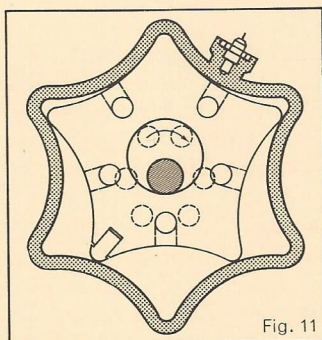

Fig. 11
Wallinder et Skoog : brevet suédois qui mentionne une véritable machine thermique à piston rotatif avec engrènement à denture, hypocycloïde intérieure enveloppante et rotor intérieur en étoile à cinq branches, avec rapport de rotation 5/6 pouvant servir de moteur de combustion à deux ou quatre temps (figure 11).
*Wallinder and Skoog: Swedish patent mentioning a true rotary-piston thermal engine with toothed meshing, enveloping interior hypocycloid and internal 5-pointed star rotor, with a 5/6 rotation ratio, usable as a 2- or 4-cycle combustion engine. (Fig. 11).*
Wallinder und Skoog : schwedisches Patent einer echten thermischen Maschine mit Drehkolben und Zahnung, innere, umkleidende Hypozykloide und innerer Rotor in fünfarmiger Sternform, Drehverhältnis 5 zu 6 ; diese Verbrennungsmaschine war als 2- oder 4-Takt Motor vorgesehen (Abb. 11).